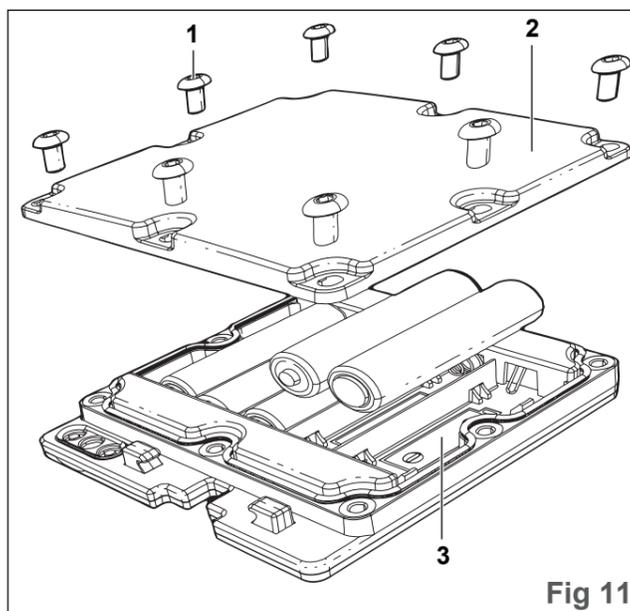

Fig 11
- Die acht Schrauben (1, Fig 11) sowie die Abdeckung der Versorgungseinheit (2) entfernen.
- Entladene Batterien entfernen und einen kompletten Satz neuer Batterien einsetzen. Dabei die Polarität beachten, die auf dem Gehäuse der Versorgungseinheit (3) vermerkt ist.